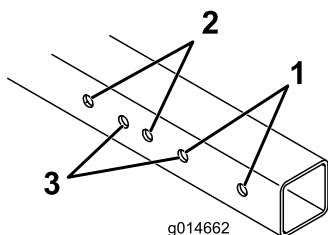

Figura 2
1. Fate riferimento a Figura 2 per stabilire i fori di montaggio del telaio da utilizzare in base alla larghezza del vostro tosaerba per green.